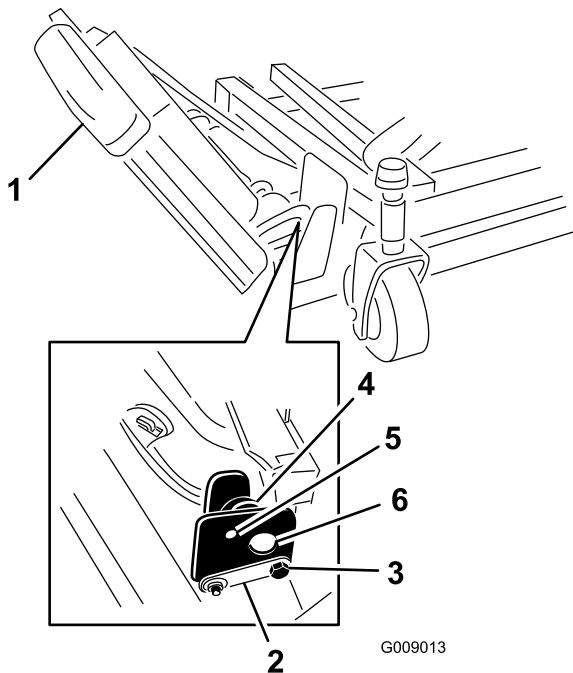

Bild 3
- Nehmen Sie die Muttern ab, mit denen die vorderen und hinteren Anschlagsschrauben an den Befestigungen des rechten Flügelmäherwerks befestigt sind (Bild 3).
hinteren Anschlagsschrauben aus den Mähwerkbefestigungen heraus (Bild 3).